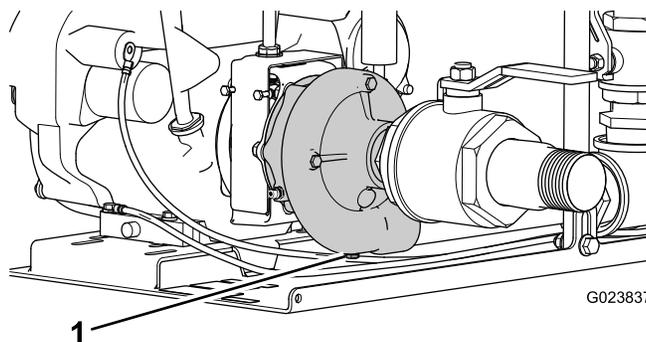

Рисунок 18
4. Слейте всю оставшуюся жидкость из насоса, сняв сливную пробку в нижней части насоса (Рисунок 18).